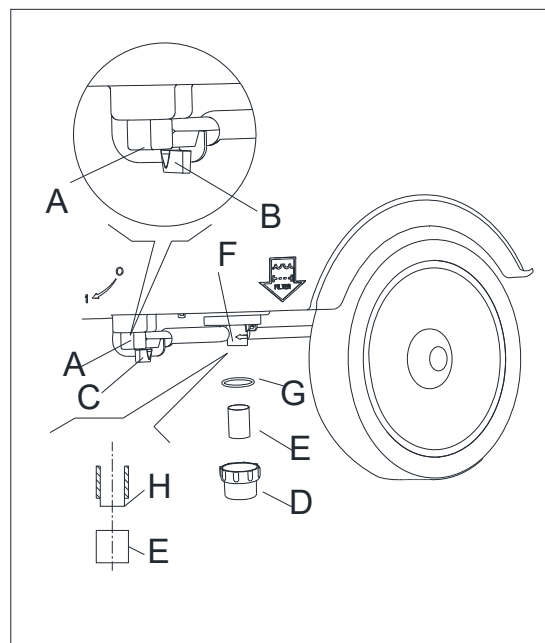

Рисунок 20
- Убедитесь, что машина выключена и ключ зажигания (24) был извлечен.
- Поверните задвижку (А, Рисунок 20) в положение «0».
- Снимите крышку фильтра (D, Рисунок 20), очистите фильтр (Е, Рисунок 20), затем вставьте его в корпус фильтра (F, Рисунок 20)